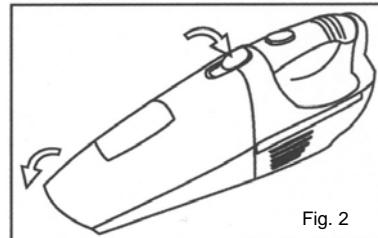

Fig. 2
1. Para abrir el compartimiento del recipiente de la tierra, presione el botón para desatarlo y quite el recipiente. (Fig. 2)